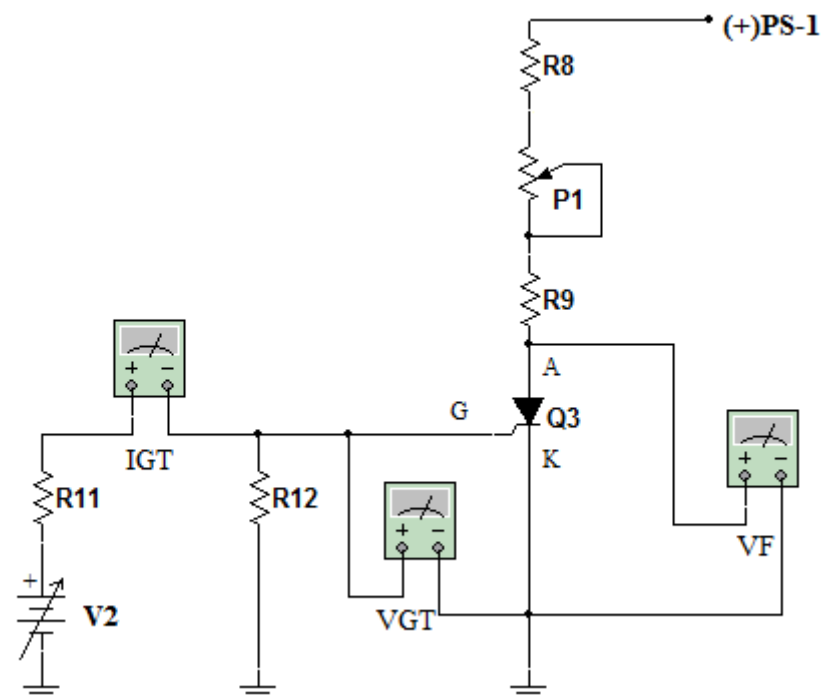

Fig. 13.7. Măsurarea curentului și a tensiunii de amorsare
15. Folosind circuitul din Fig.13.7 efectuați următoarele setări: PS-1 la 11V, V_2 la 0V și potențiometrul P_1 la valoarea minimă.